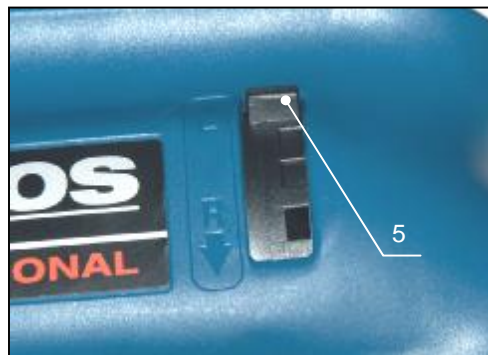

Рис.5
**Левый ход:** переключатель направления вращения (поз.5, рис.5) установить в позицию «L». Этот режим служит для выворачивания шурупов и откручивания болтов, а также его можно применить при извлечении сверла (бура) из плотного или глубоко просверленного отверстия (при зажатии сверла в заготовке).